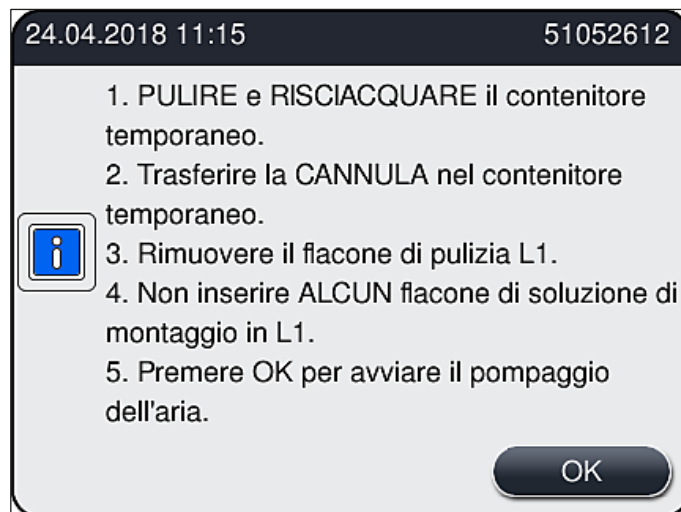

Fig. 106
4. Prendere nota del successivo messaggio informativo (→ Fig. 106) contenente istruzioni e confermarlo con il pulsante **OK**.